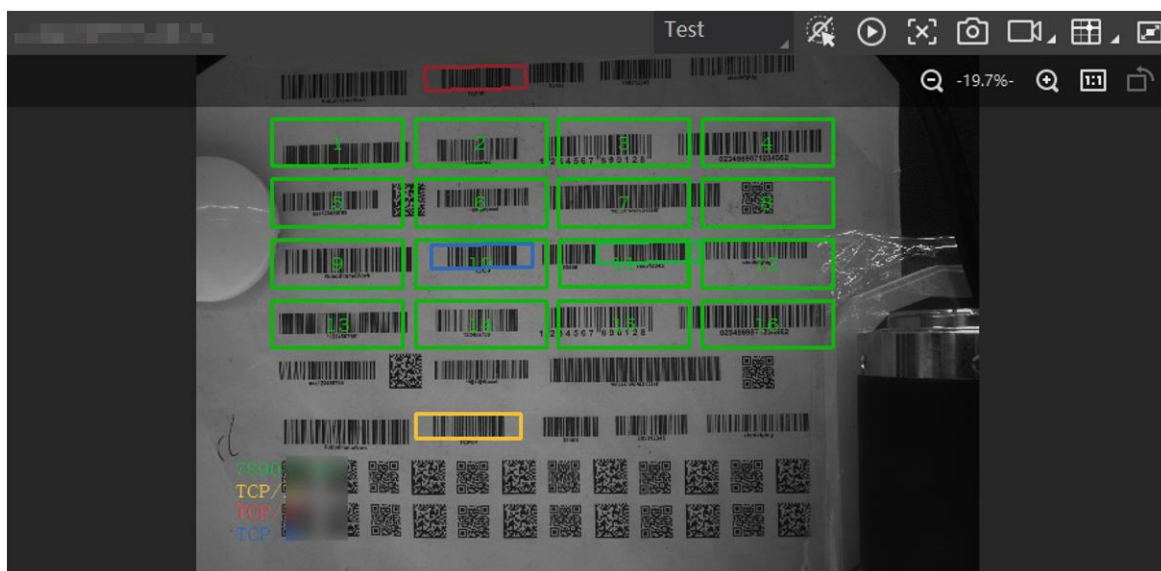

图4-32 批量绘制 ROI
4. 点击“确定”，预览窗口将显示绘制的阵列 ROI，如图 4-32 所示。